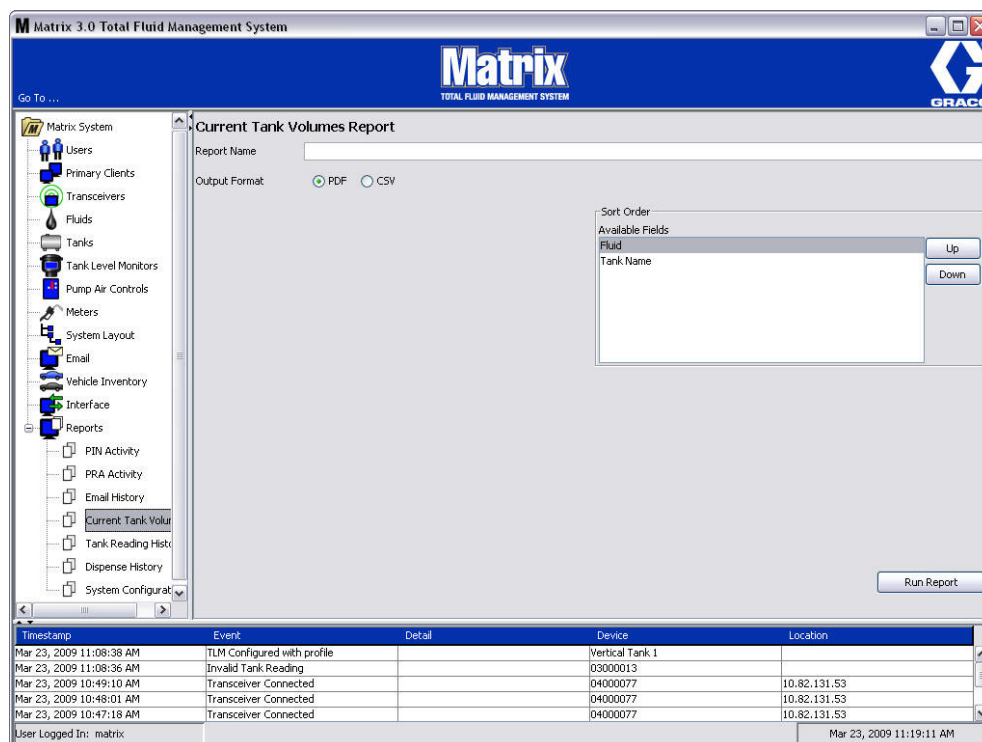

FIG. 173
- Huidige tankvolumes (FIG. 173)